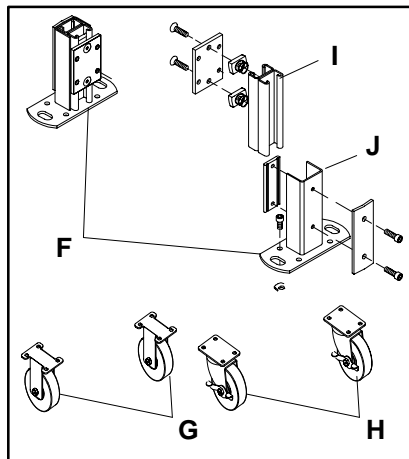

Figure 2: Pieds en acier de 152 mm & 203 mm de hauteur
Pieds en acier (Figure 2)
Les pieds en acier sont disponibles avec des brides de fixation permanentes au sol (F de la figure 2) ou en option avec des roulettes pivotantes à position fixe ou blocables rotatifs (G). Les ensembles de pieds en acier sont composés de plusieurs combinaisons de jambes différentes de longueurs variables (I), d'emboutis de longueurs différentes (J) et de barres de stabilisation (K) qui correspondent aux longueurs respectives des convoyeurs.